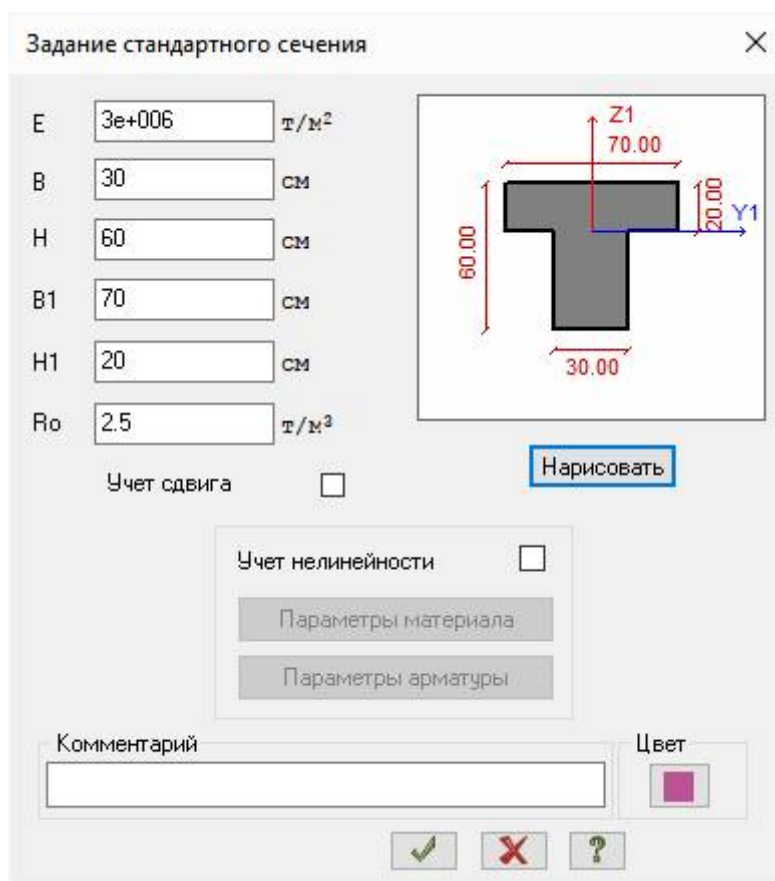

Рис.19.13. Диалоговое окно **Задание стандартного сечения**
- В диалоговом окне **Задание стандартного сечения** (рис.19.13) задайте параметры сечения **Тавр_Т**: